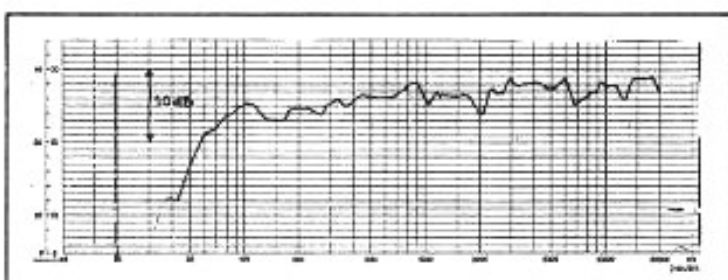

Fig. 14 : Réponse acoustique d'une enceinte acoustique sphérique Ø 40 cm à deux voies (21 cm + haut-parleur d'aigu) - Microphone à 1 m dans l'axe médian.
- sensibilité conservée sur l'ensemble du spectre au voisinage de 92 dB/1 W/1 m, avec une caractéristique légèrement ascendante (favorable à l'écoute en champ indirect) (voir fig. 14).